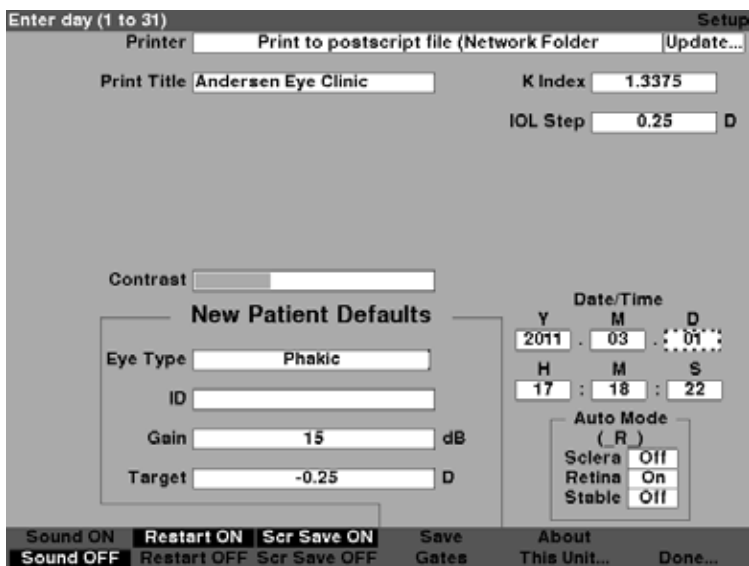

Figura 5-65 Campo de día activado
2. Presione el control giratorio o el botón $\sqrt{\quad}$ para activar el campo, indicado con un borde punteado, como se muestra en la Figura 5-65.